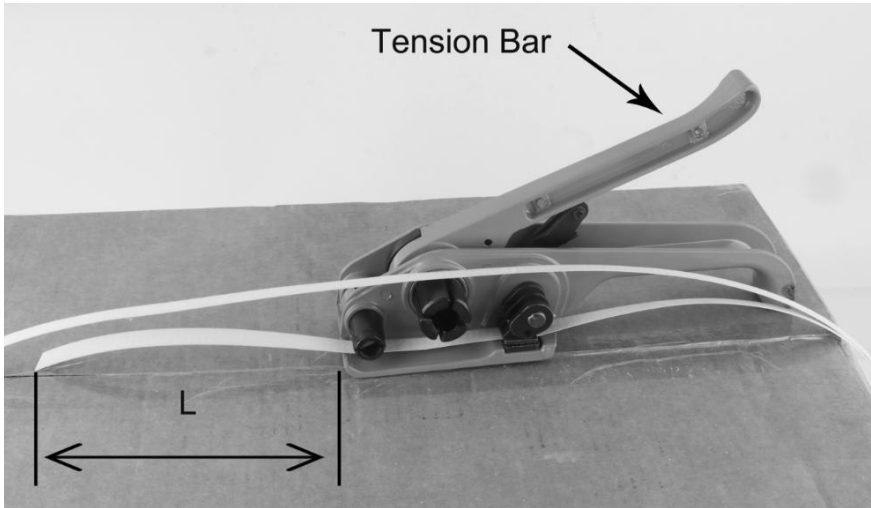

FIG. 1
1. Båndning Spännare se FIG. 1 , Tryck på spännstängan och belasta bandningen , $L \geq 3$ tum (8 cm).